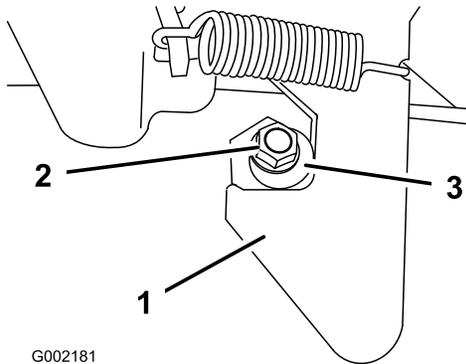

Figura 13
1. Afloje la tuerca del extremo del tope del enganche (Figura 13).
2. Gire el tope en el sentido de las agujas del reloj hasta que quede apretado contra el enganche, luego apriete la tuerca (Figura 13).